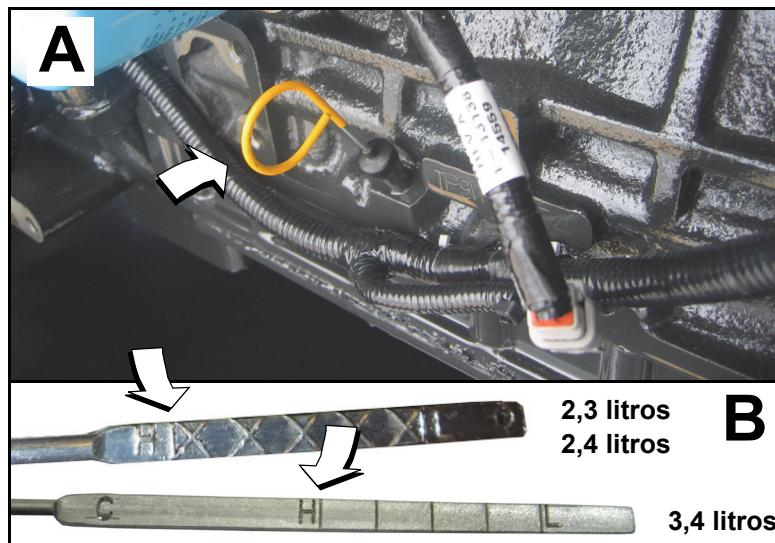

Figura 5-10. Vareta de nível de óleo
1. Remova a vareta e limpe com um pano limpo. Ver A na Figura 5-10.
4. Se necessário, remova o tampão de abastecimento de óleo e adicione óleo lentamente até que o nível chegue à marca H (alto). Consulte B de Figura 5-10.